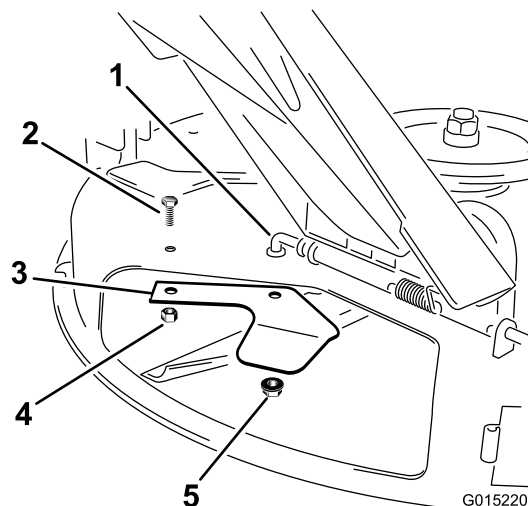

Figure 19
2. Retirez les contre-écrous et le boulon qui fixent le déflecteur d'ouverture sur le dessous du plateau de coupe (Figure 19). Conservez toutes les fixations.